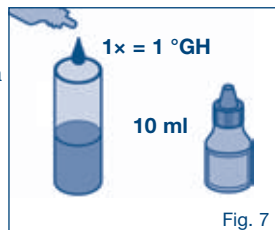

Fig. 7
1. Puede consultar la dureza total en su empresa de suministro de agua o a través de un rápido test (Test de la gota, Fig. 7). En función de la dureza total y del uso, puede elegir el ajuste del bypass y deducir la capacidad de filtración típica de la tabla 1-3 del capítulo 10.